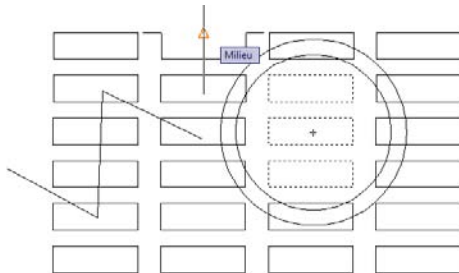

Figure 3.111
1. Sélectionnez l'outil Déplacer, choisissez les objets (ici, les trois rectangles à l'intérieur du cercle), validez puis indiquez un point de base (ici le milieu d'un rectangle) [voir Figure 3.111].